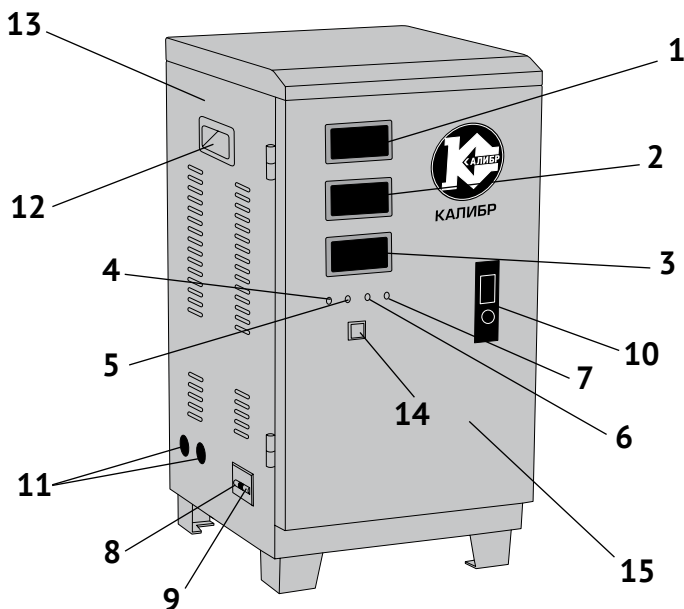

рис. 1
1.6 Внешний вид* стабилизатора представлен на рис.1
1.7 В металлическом корпусе (рис.1 поз.13) размещены основные узлы стабилизатора: автотрансформатор, сервопривод, блок управления и защиты, вольтодобавочный трансформатор, блок клеммных зажимов и встроенный вентилятор для охлаждения трансформаторов и других компонентов. На передней
панели (рис.1 поз.15) закреплены цифровые дисплеи и индикаторы, отображающие рабочие режимы и выключатель максимальной токовой защиты. Органы управления стабилизатора (автовывключатели «Сеть» и «Байпас») расположены внизу, на боковой панели. Для доступа к клеммным зажимам подключения сети, нагрузки и заземления стабилизатора необходимо открыть дверцу (переднюю панель), нажав кнопку замка (рис.1 поз.10).
1.8 Амперметр (рис.1 поз.1) на передней панели показывает силу тока подключённых потребителей. Дисплей (рис.1 поз.2) показывает напряжение на входе в стабилизатор (напряжение питающей сети). Дисплей (рис.1 поз.3) показывает напряжение на выходе стабилизатора. Индикатор (рис.1 поз.4 - зелёный) светится постоянно после подключения питающей сети, если напряжение на входе - в пределах регулируемого диапазона (140-260В). Индикатор (рис.1 поз.5 - красный) включается при превышении входного напряжения верхней границы регулируемого диапазона – 260 В. Индикатор (рис.1 поз.6 - жёлтый) включается при падении входного напряжения ниже границы регулируемого диапазона – 140В. Индикатор (рис.1 поз.7 - красный) включается при срабатывании токовой защиты (выключатель рис.1 поз.14 – включён) или защиты от перегрева. Автоматический выключатель «Байпас» (рис.1 поз.9) включают при стабильном напряжении питающей сети, а так же при выходе из строя силовой сети стабилизатора или электронных цепей управления, когда нет необходимости (или возможности) работы стабилизатора. При этом автоматический выключатель «Сеть» - в положении выключено. При включении выключателя «Сеть» (рис.1 поз.8), выключатель «Байпас» автоматически отключается.
- кратковременным (до 10 секунд) включением автоматического выключателя «Сеть» проверить правильность подключения – вольтметр (рис.1 поз.2) должен показывать величину входного напряжения;
- включить автоматический выключатель «Сеть» (рис.1 поз.8).